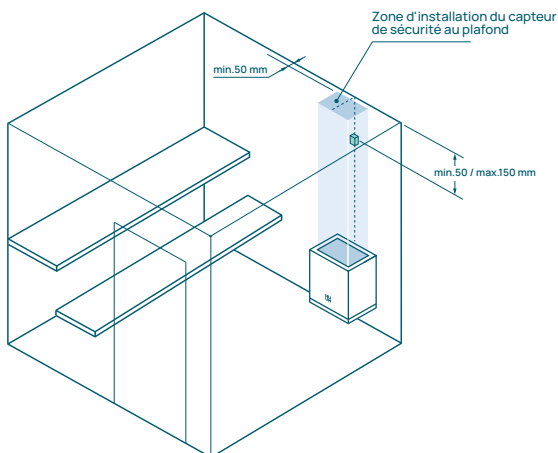

Figure 1. Mise en place du capteur de température/sécurité.
* - Les distances minimales de sécurité au plafond ne sont valables que si le capteur de température/sécurité est placé dans la zone désignée sur le mur ou le plafond comme indiqué dans la Figure 1.
* – Les distances minimales de sécurité au plafond ne sont valables que si le capteur de température/sécurité est placé dans la zone désignée sur le mur ou le plafond comme indiqué dans la Figure 1.
* - Les distances de sécurité minimales par rapport au plafond ne sont valables que si le capteur de température/ sécurité est placé dans la zone désignée sur le mur ou le plafond comme indiqué dans la Figure 1.